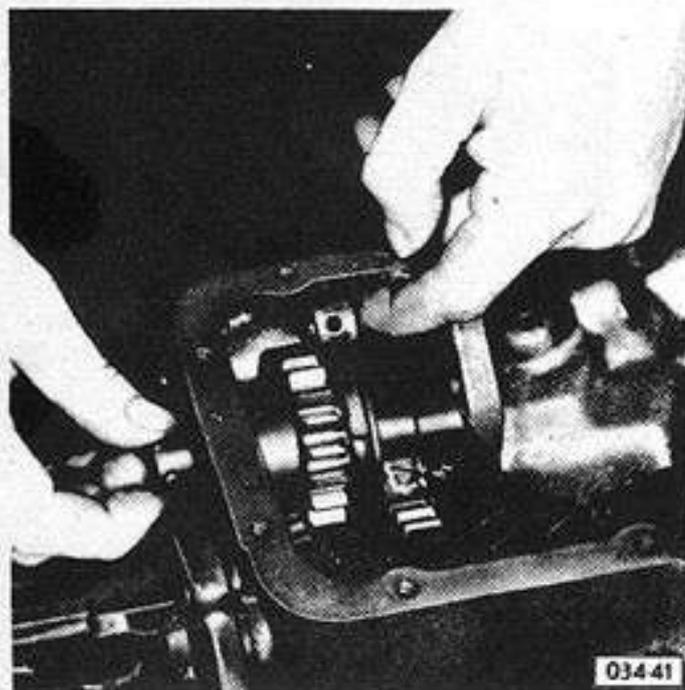

Fig. 27 — Instalación del eje del engranaje intermedio de marcha atrás.
1. Colocar el eje del engranaje intermedio de marcha atrás de modo que quede a ras con la carcasa de la caja de velocidades (Fig. 27).